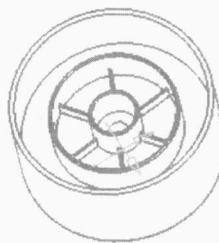
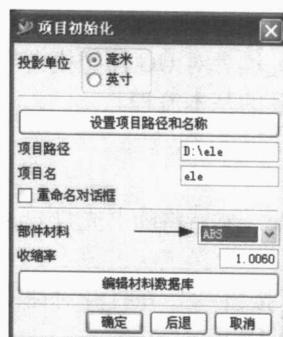
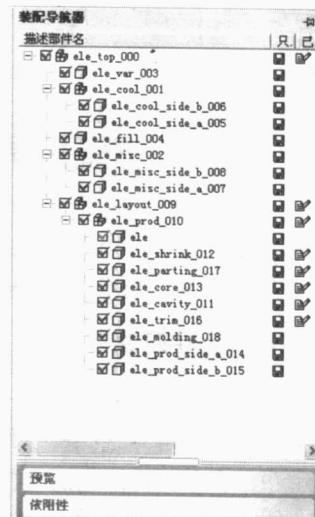

图 1-2 零件模型
图 1-3 项目初始化对话框
图 1-4 装配结构图
- ③ 单击对话框上的“OK”按钮，打开的文件如图 1-2 所示。
- ④ 单击“起始→所有应用模块→注塑模向导”目录，进入模具设计环境。
- ⑤ 在注塑模向导工具栏上单击“项目初始化”按钮。
- ⑥ 系统弹出打开部件文件对话框后，选择 ele.prt 文件，然后单击“OK”按钮。
- ⑦ 系统弹出项目初始化对话框，在对话框上选择部件材料为 ABS，如图 1-3 所示。单击“确定”按钮，系统开始装载产品，在工具条上单击“装配导航器”按钮，可以看到模型的装配结构图，如图 1-4 所示。